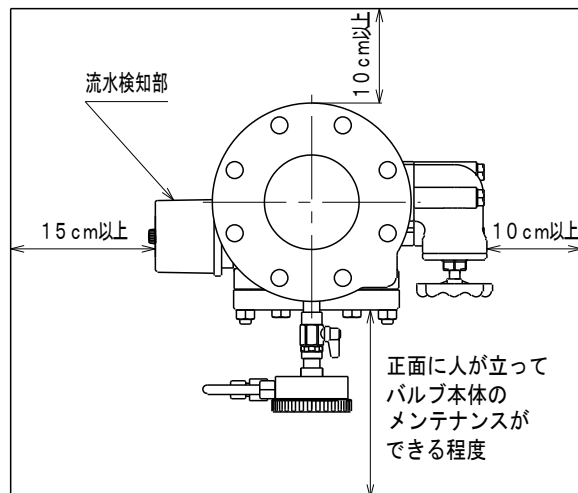

図6. 必要メンテナンススペース
(1) 据付前準備
- ①流水検知装置を据え付ける前に図6で示す必要メンテナンススペースを確保してください。特に、流水検知部の側面から15 cm以内に配管や電線管などの障害物があると、流水検知部のカバーの取り外しや作動信号の停止およびメンテナンスなどを行うことが出来なくなります。